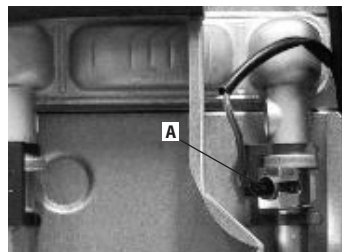

Figura 5.2
• Scollegare il cablaggio della sonda NTC riscaldamento / Massima temperatura riscaldamento A in Figura 5.2.
• Ricollegare il cablaggio della sonda NTC riscaldamento / Massima temperatura riscaldamento A in Figura 5.2.